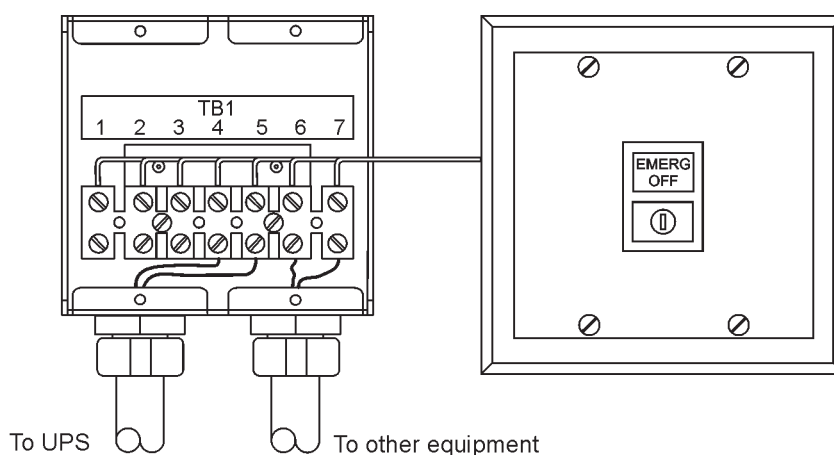

Рис. 4-13. Удаленный выключатель EPO
Удаленный выключатель EPO используется при аварийных ситуациях для дистанционного выключения ИБП и питания критической нагрузки. Рис. 4-13 показывает удаленный выключатель EPO
11. Если необходимо, подключите проводку удаленного выключателя EPO к выключающей цепи защитных устройств. Нормально-разомкнутый (НР) контакт находится между клеммами 6 и 7 удаленного выключателя EPO (где применимо), как показано на Рис. 4-13. Проводка удаленного выключателя EPO должна подключаться согласно электротехническим правилам и нормам.